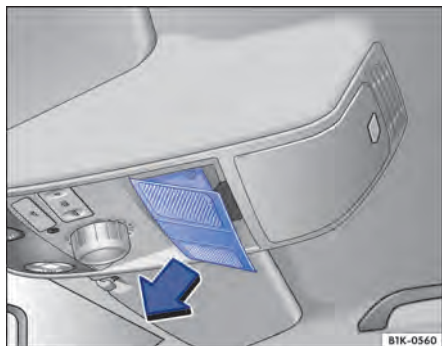

Fig. 223 No revestimento do teto: remover a cobertura.
- Remover a cobertura no sentido da seta ⇒ Fig. 223.